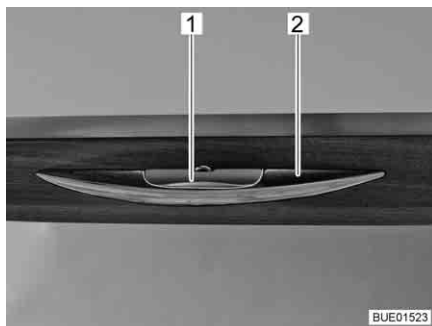

Fig. 54 Trampilla de mueble con tirador de desbloqueo
- Presionar el tirador de desbloqueo (Fig. 54,1) y mantenerlo presionado.
- Tirar del tirador (Fig. 54,2) hasta que la trampilla de mueble esté abierta.